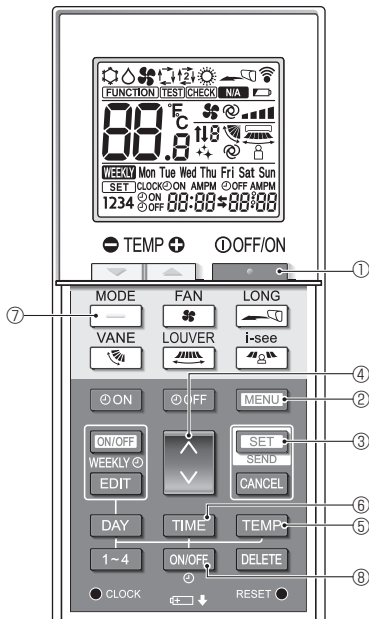

Fig. 6-9
1. Klimayı durdurmak için ● düğmesine ① basın.
2. [MENU] düğmesine ② basın. İşlev ayar ekranı görüntülenecek ve işlev No. Ⓐ yanıp sönecektir. (Fig. 6-9) İşlev No'sunu değiştirmek için ⬆️ düğmesine ④ basın.